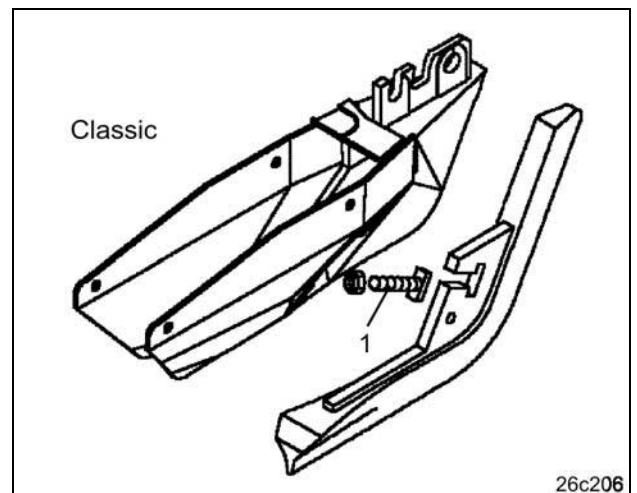

Fig. 200
- boutverbinding (Fig. 200/1) losmaken